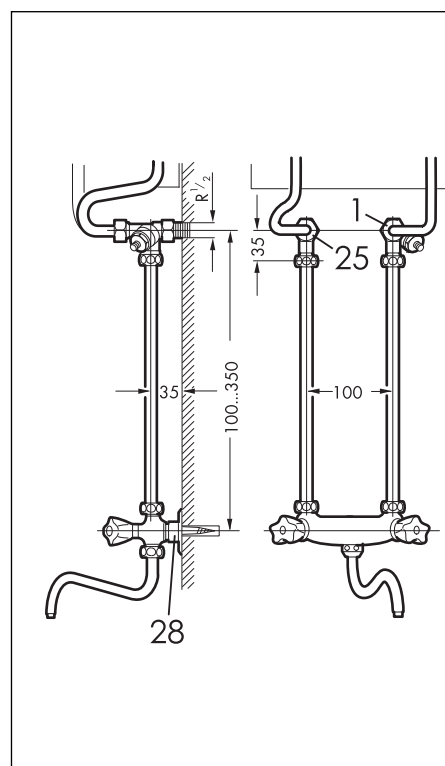

Рис. 5.6
**Напорные двухвентильные смесители** через обе подсоединительные трубы\*\* привинчивают к подсоединительным патрубкам (1 и 25). В случае прямого подсоединения холодной воды к VED.../4 EP смеситель, при помощи крепежной детали (28)\*\* – как показано на рис. 5.6 – крепят к стене. В случае подсоединения холодной воды через смеситель, последний с помощью присоединительного патрубка R 1/2 (29)\*\* – как показано на р. 5.7 – соединяют с трубой холодной воды.
#### Пояснение к рис. 5.6 и 5.7